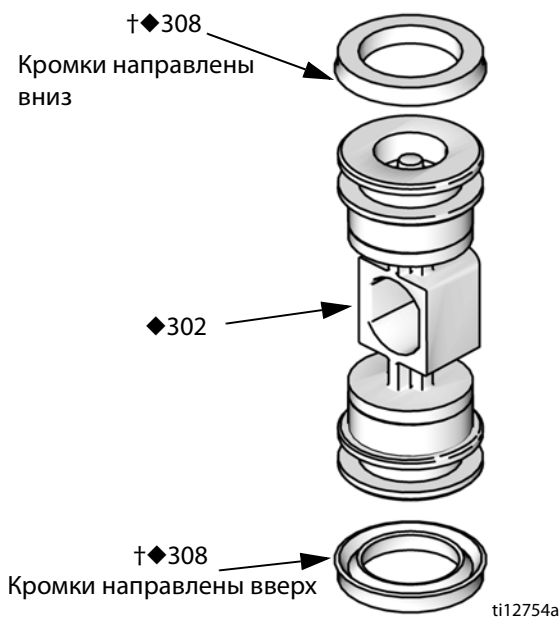

Рис. 10. Установка П-образных уплотнений в воздушный клапан
2. См. Рис. 10. Нанесите смазку на П-образные уплотнения (308†♦) и установите их на поршень (302♦) таким образом, чтобы кромки были направлены к центру поршня.